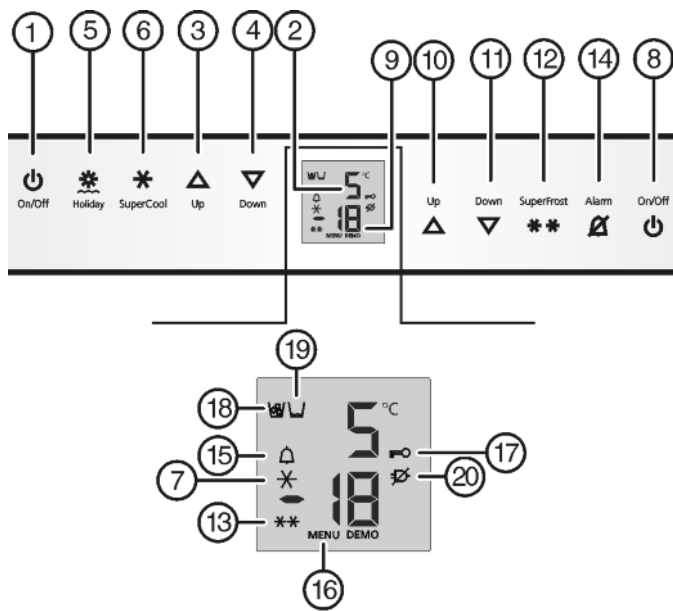

Fig. 2
- ▶ Натисніть клавішу On/Off морозильника Fig. 2 (8).
- ▶ Натисніть клавішу On/Off охолоджувального відділення Fig. 2 (1).
- ▷ Охолоджувальне відділення та відділення BioFresh увімкнені: Індикатор температури охолоджувального відділення Fig. 2 (2) світиться. При відкриванні дверцят холодильного відділення вмикається внутрішнє освітлення.
- ▶ Вмикання режиму настройки: натисніть клавішу SuperFrost Fig. 2 (12) і утримуйте близько 5 секунд.
- ▷ Світиться символ "Меню" Fig. 2 (16).
- ▶ Для вимкнення функції захисту натисніть і швидко відпустіть клавішу SuperFrost Fig. 2 (12).
- ▶ Для увімкнення функції захисту натисніть і швидко відпустіть клавішу SuperFrost Fig. 2 (12).
- ▷ Світиться символ "Функція захисту" Fig. 2 (17). На індикаторі блимає c.
- ▷ Гасне символ функції захисту Fig. 2 (17). На індикаторі блимає **c**.
- ▶ Вихід з режиму настройки: Натисніть клавішу On/Off морозильника Fig. 2 (8).
- ▶ натисніть сигнальну клавішу Alarm Fig. 2 (14).
Одночасно блимає індикатор температури та символ звукового сигналу Fig. 2 (15).
Звукове попередження вимикається автоматично, символ звукового попередження Fig. 2 (15) вимикається, індикатор температури перестає блимати, коли температура достатньо низька.